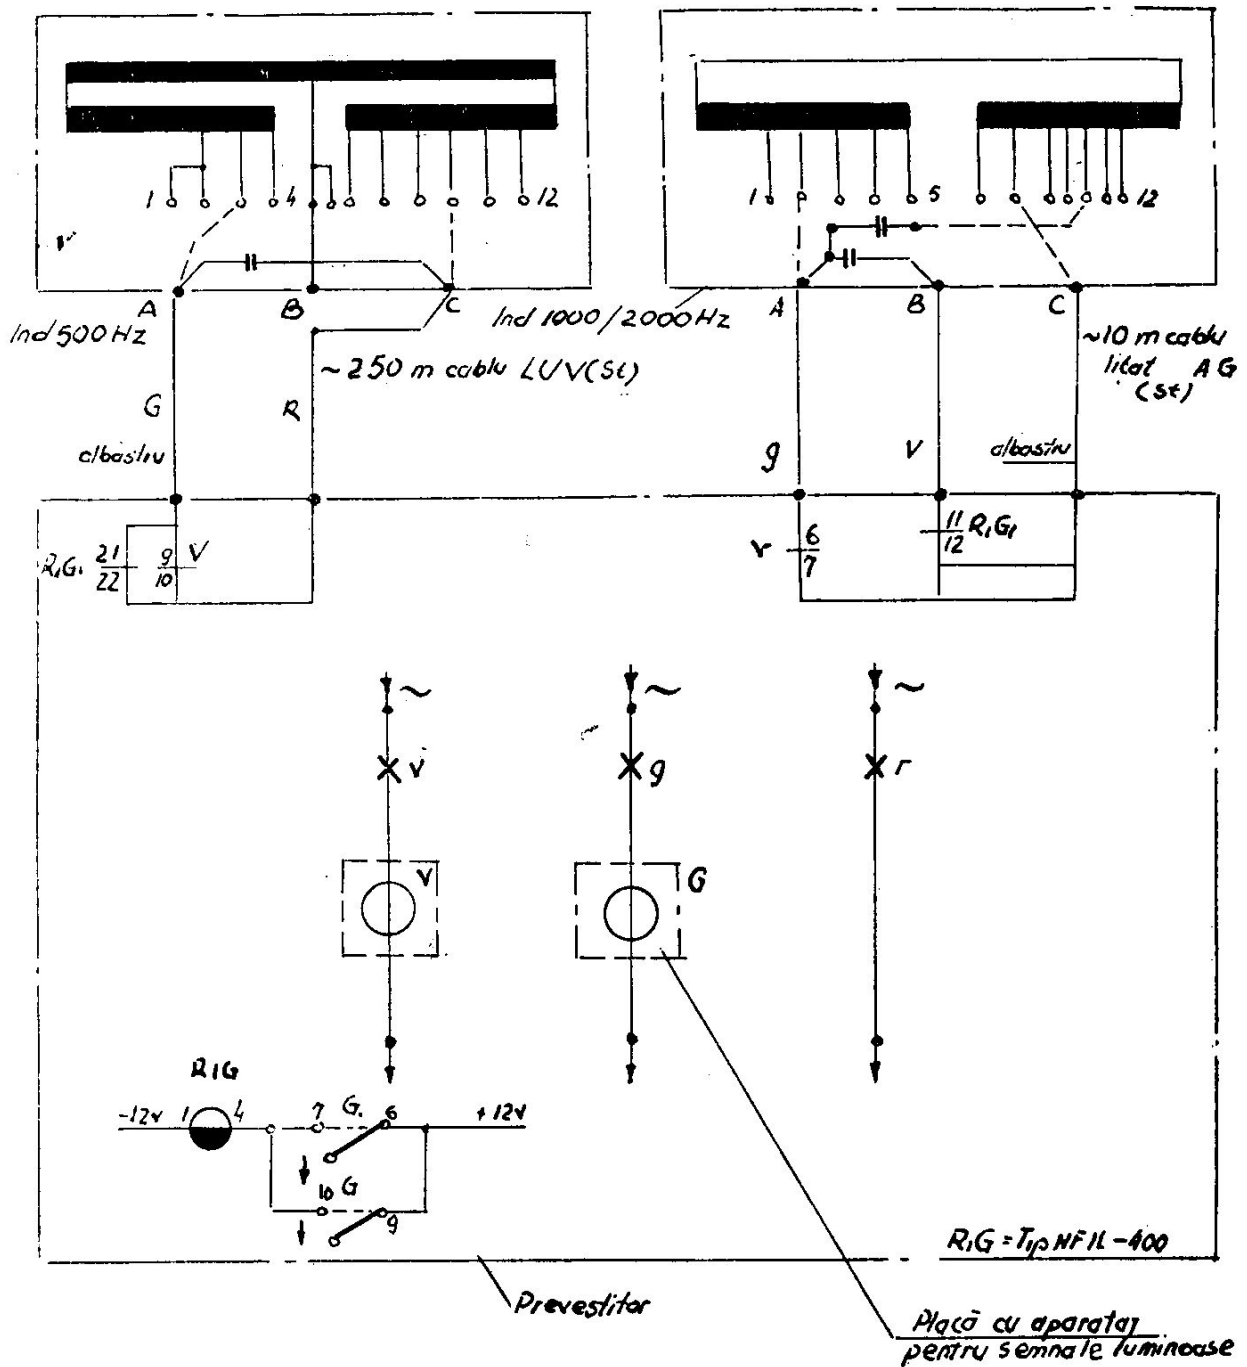

Fig. 53 Schema electrică și conectarea la semnalul prevestitor pe secții cu B.L.A. în curent alternativ de 75 Hz
c) Semnalul prevestitor pe secții cu B.L.A. în curent alternativ de 75 Hz echipat cu inductoare de cale de 1 000/2 000 Hz și de 500 Hz (fig. 53).